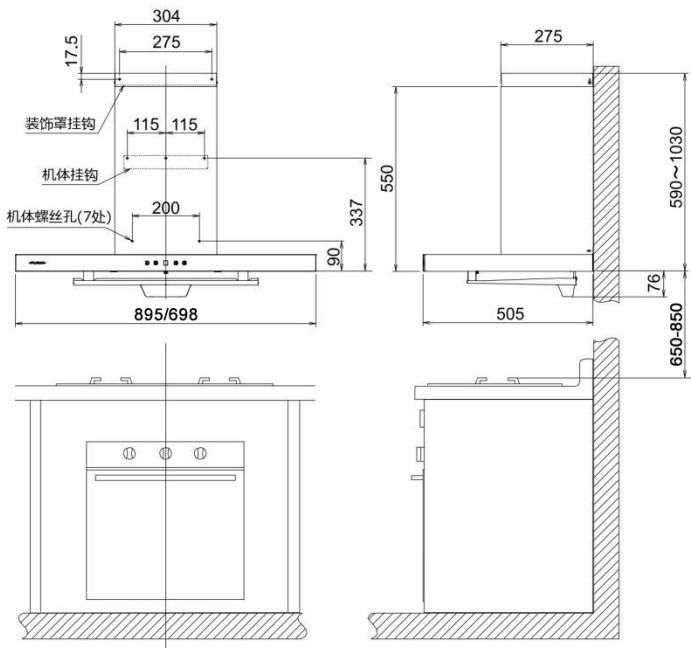

图1
2. 吸油烟机应安装在距离炉具出火位或电磁炉炉面高于65厘米或者低于85厘米高度的位置，以获得最佳使用效果，详见图1 。